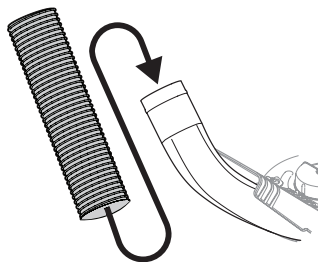

Figura 22
2. Deslice la manguera sobre el conjunto del maletero montado en la plataforma de corte, como se ilustra en la Figura 22.